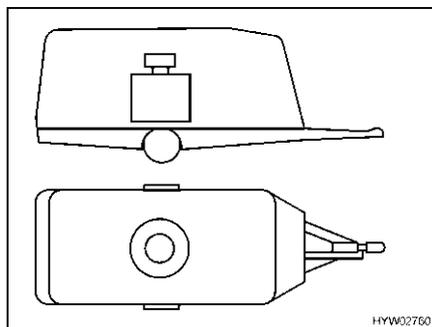

Fig. 5 Ripartizione corretta del peso
**Caricamento corretto** Non sistemare oggetti pesanti come tenda veranda, scatolame ecc. nel caravan, ma nella motrice. Fissare le biciclette sul tetto della motrice. Stivare tutti i pesi vicino all'asse (Fig. 5).